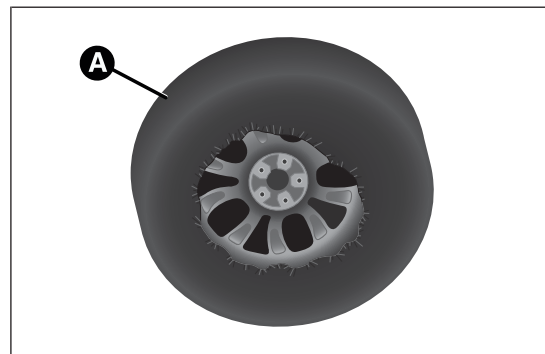

fig. 40
- ☐ inserire la ruota forata all'interno dell'apposita sacca A fig. 40.